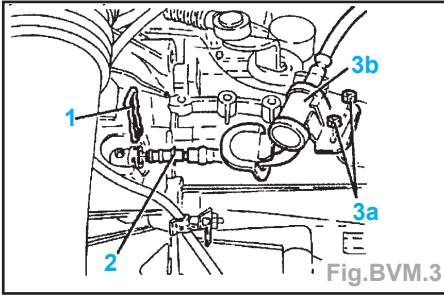

Fig. BVM.3
- Déposer l'agrafe (1) fixant le cylindre récepteur au tuyau (2) ; puis débrancher ce dernier (Fig.BVM.3).